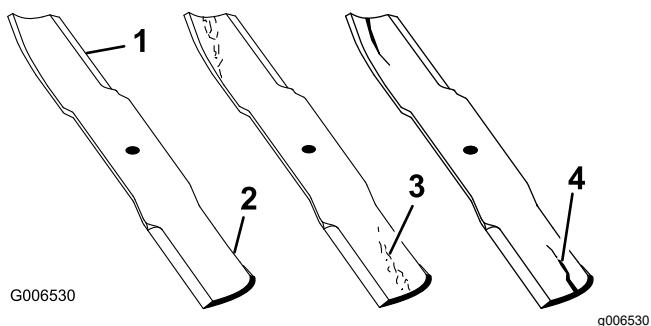

Figure 84
1. Examinez le tranchant des lames (Figure 84).
4. Remplacez immédiatement toute lame fendue, usée ou qui présente une entaille sur cette partie (Figure 84).